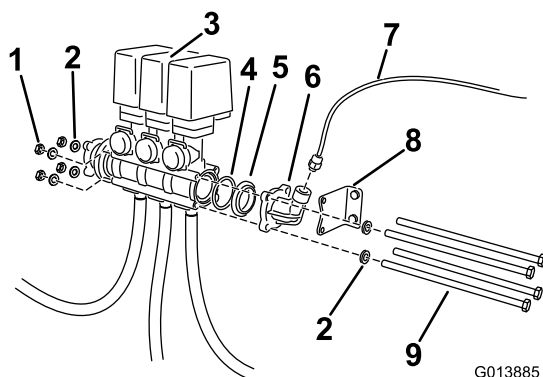

Рисунок 4
- Ослабьте затяжку длинных болтов и деталей крепления клапана в сборе (Рисунок 4). Снимите и сохраните все детали крепления. Сдвиньте клапан в сборе вправо.
- Снимите переходник патрубка и прокладку (Рисунок 4). Найдите уплотнительное кольцо на корпусе имеющегося клапана. Сохраните все детали. Отсоедините кронштейн от имеющегося клапана в сборе.